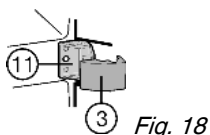

Fig. 18
- ▶ Op het middelste lagerblok Fig. 18 (11) de afdekking Fig. 18 (3) vastklikken.